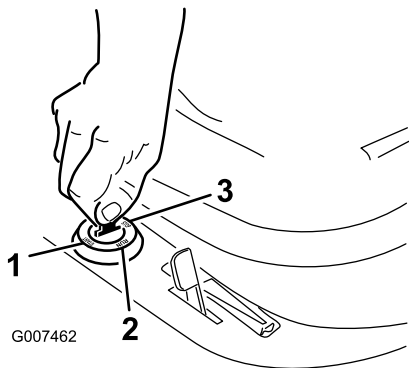

Figura 12
6. Girate la chiave di accensione in senso orario e tenetela in posizione Start (Figura 12). Rilasciatela quando il motore si accende.
2. Girate la chiave di accensione in posizione Stop (Figura 12).